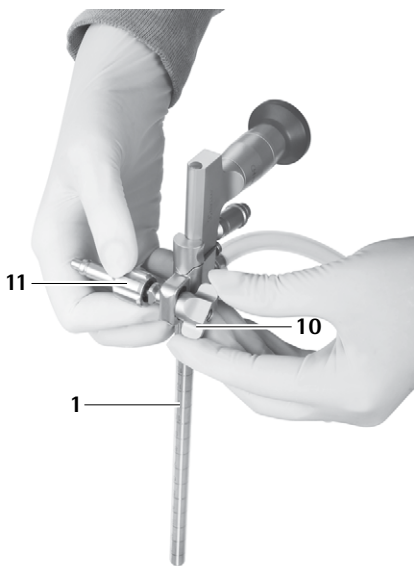

Fig. 19
- Enroscar a porca de orelhas **10** até o adaptador de braço de suporte **11** ficar fixo, ver Fig. 19.